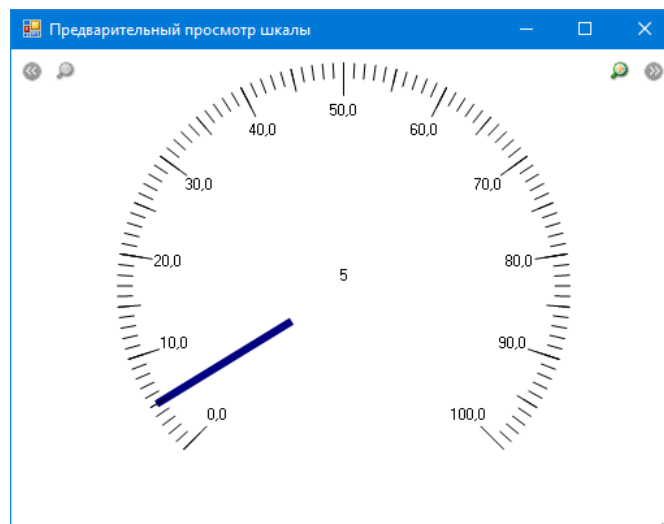

Рисунок 4.14 – Предварительный просмотр виртуальной шкалы манометра
– Предварительный просмотр – выводится на экран пример виртуальной шкалы поверяемого манометра с указанными характеристиками (см. Рисунок 4.14 **Ошибка! Источник ссылки не найден.**).
- Предварительный просмотр – на экран выводится виртуальная шкала поверяемого манометра с указанными характеристиками (см. Рисунок 4.14).